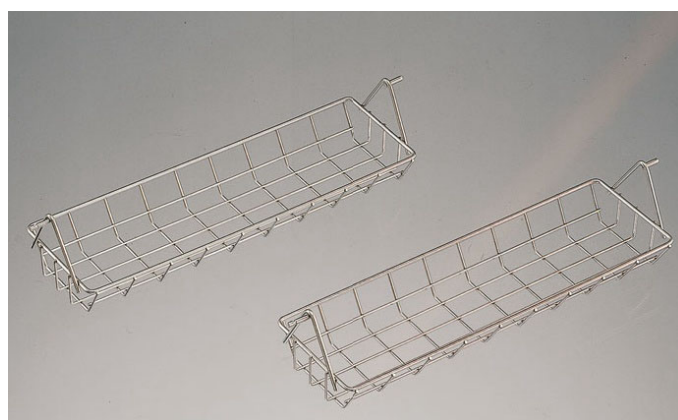

Figure 3.8
Procédez de la manière suivante si vous utilisez des paniers à viande (voir figure 3.8).
- Pour les modèles TDR 5 et TDR 5+5, vous devez insérer les extrémités des paniers à viande dans les orifices correspondants des disques du rotor (voir figure 3.8).